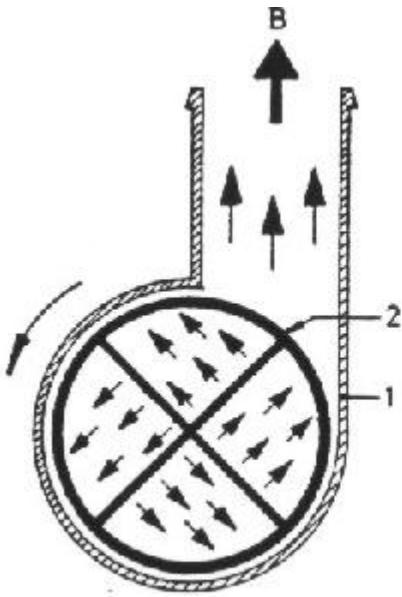
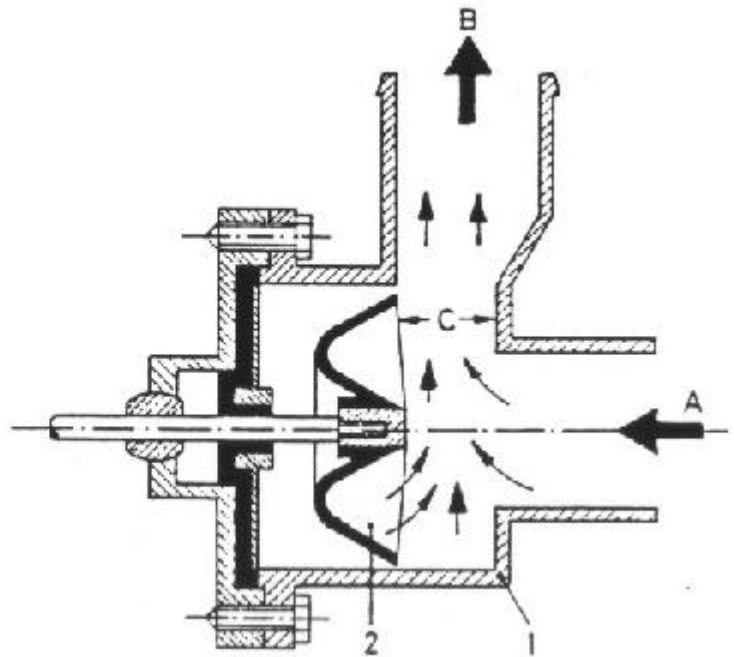

Fig.32
Fig33
4.7 MOTOBOMBA DE DESAGUE (Figs. 32 y 33)
La bomba para evitar el agarrotamiento por residuos que puedan colar por el filtro de lavado, tiene un espacio (C) de 22 mm. entre el cuerpo bomba (1) y el rodete (2) Fig. 32.
En la Fig. 33 se representa la vista frontal del rodete (2), en tanto que en la Fig. 32 corresponde a la sección transversal del conjunto bomba.